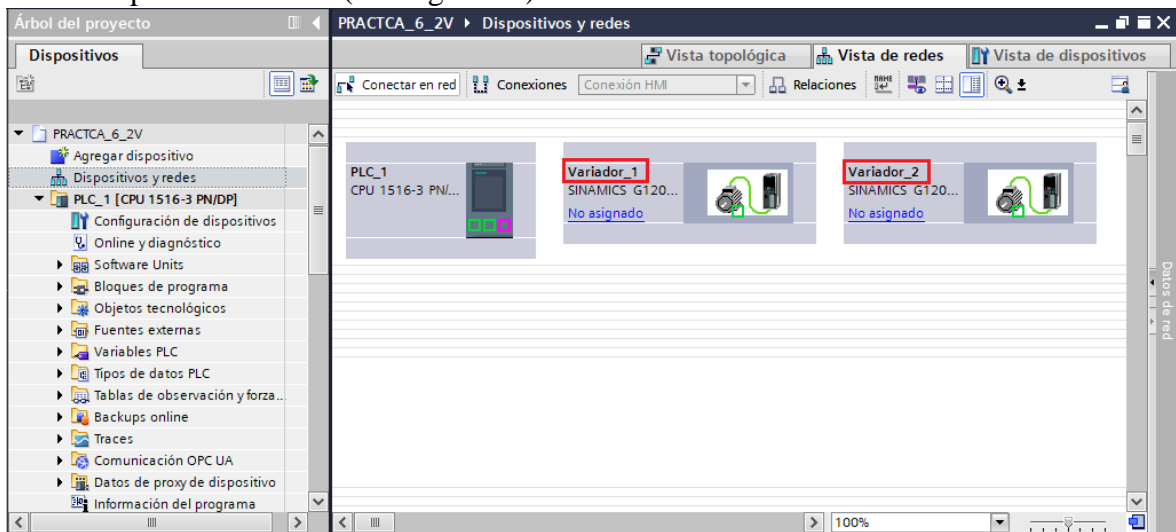

Figura 16. Asignar el nombre a cada dispositivo.
- Luego se procede a asignar a cada dispositivo el nombre Variador_1 y Variador_2 correspondientemente (ver Figura 16).